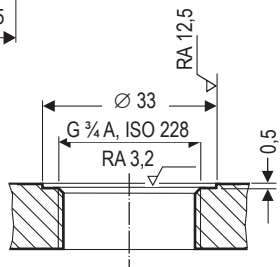

Рис. 4
- Уплотнительные поверхности резьбового патрубка или крышки фланца должны быть качественно технически обработаны согласно **рис. 4!**
1. Проверить уплотнительные поверхности. **Рис. 4**
2. Установить имеющееся в комплекте уплотнительное кольцо **5** на уплотнительную поверхность резьбового патрубка или крышки фланца. **Рис. 4**